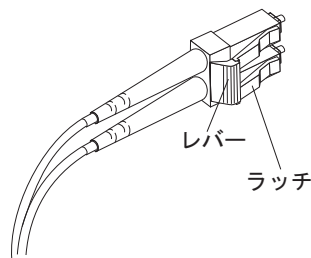

図 33. LC-LC ファイバー・チャネル・ケーブルのレバーおよびラッチ
1. 図 33 に示すように、SFP モジュールまたはホスト・バス・アダプターに接続した LC-LC ケーブルの端のレバーを押し下げたまま、ラッチを解放します。